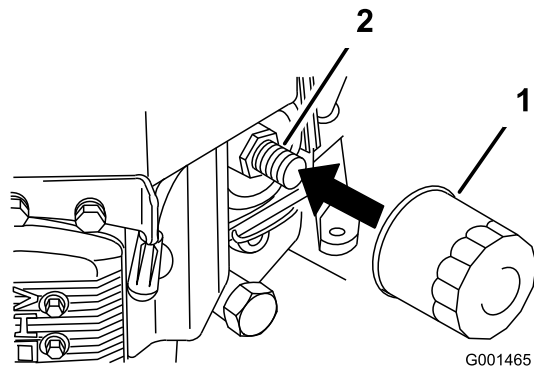

Figure 29
2. Retirez le filtre usagé (Figure 29).
3. Appliquez un mince film d'huile neuve sur le joint en caoutchouc du filtre de rechange (Figure 29).
4. Posez le filtre à huile de rechange sur l'adaptateur, tournez le filtre dans le sens horaire jusqu'à ce que le joint en caoutchouc touche l'adaptateur, puis serrez le filtre de 3/4 de tour supplémentaire (Figure 29).